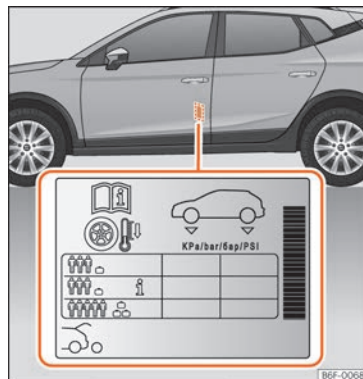

Fig. 288 Ubicación del adhesivo de la presión de inflado de los neumáticos.
- Adapte la presión de los neumáticos a la carga que lleva el vehículo » » fig. 288.
Los valores de la presión de inflado se indican en la etiqueta adhesiva situada en la zona posterior del marco de la puerta delantera izquierda » » fig. 288.
En función del vehículo, se puede adaptar la presión de inflado de los neumáticos a media carga para aumentar el confort de marcha (presión de inflado **i** » » fig. 288). Cuando se circula con la presión de inflado de confort, puede incrementarse ligeramente el consumo de combustible.
hículo va a ir cargado al máximo, debe aumentar la presión de inflado al valor máximo de carga indicado en la etiqueta adhesiva » » fig. 288.
En el caso de una rueda de emergencia mini-mizada (125/70 R16 o 125/70 R18), inflar a 4,2 bar de presión según se indica en la etiqueta de presión de los neumáticos » » fig. 288.
- El conductor es responsable de que todos los neumáticos del vehículo estén inflados a la presión correcta. La presión de inflado recomendada viene indicada en un adhesivo » » fig. 288.
- Con los neumáticos en frío, deberá mantenerse siempre la presión indicada en el adhesivo » » fig. 288.